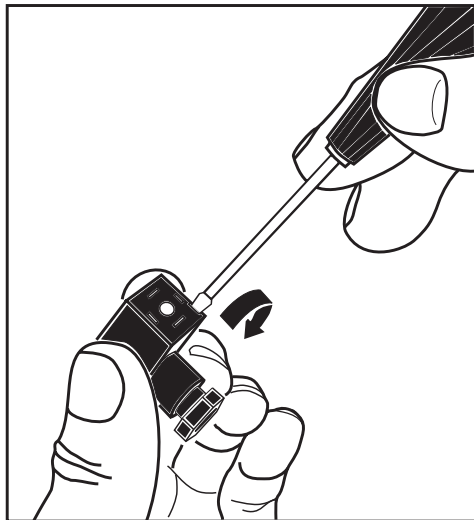

Рис. 2
- из кабельной части соединителя 2, вставив в специальный паз в углу контактного поля узкую плоскую отвертку и повернув ее, как показано на рис. 2, вынуть контактодержатель 3 (рис. 3);